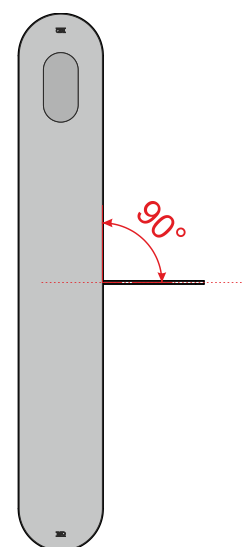

Рис. 19– Положение створки в нулевом положении
- 3) Выставить створку в нужное нулевое положение (Рис.19);